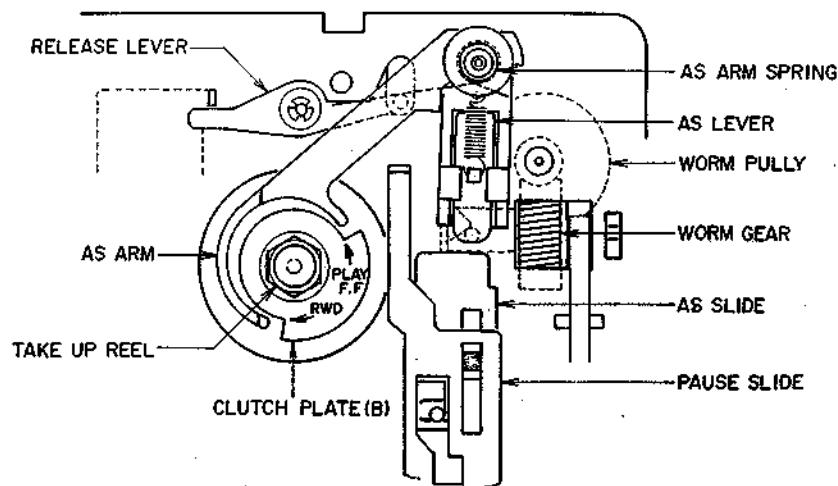

Fig. 6
### a. CLUTCH PLATE (B) (Fig. 6)
### b. AS LEVER (Fig. 6, 8)
### c. RELEASE LEVER (Fig. 6)